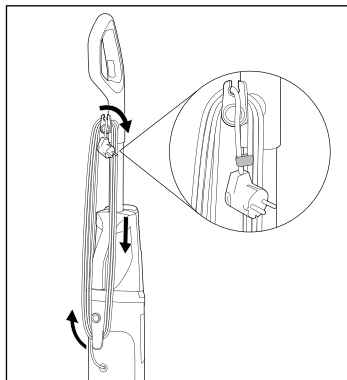

Fig. 44
- ♦ Enroulez le cordon d'alimentation **17** entièrement autour des deux supports de cordon supérieur et inférieur **16/20** (voir fig. 44).